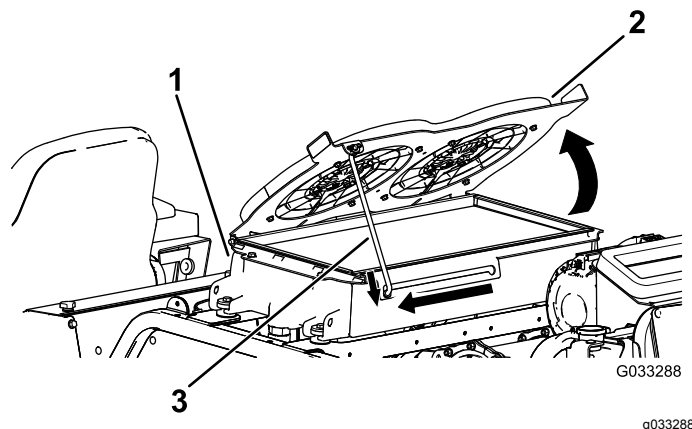

Figura 122
2. Gire hacia arriba los ventiladores de refrigeración del sistema hidráulico, y enganche la varilla de sujeción en la muesca (Figura 122).